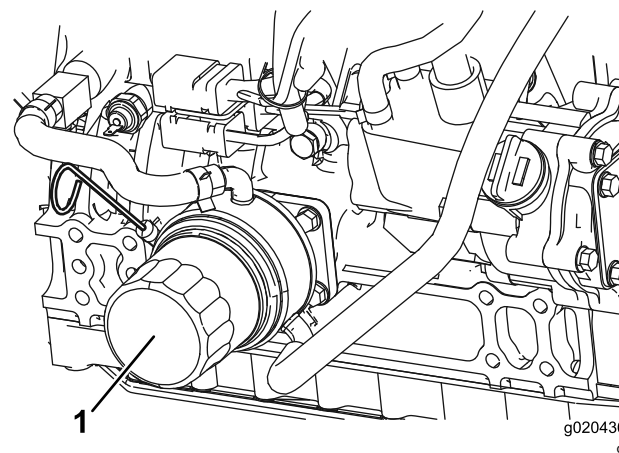

Рисунок 34
2. Извлеките масляный фильтр (Рисунок 34). Перед установкой нового фильтра нанесите на его уплотнение тонкий слой чистого масла. Не перетягивайте фильтр.